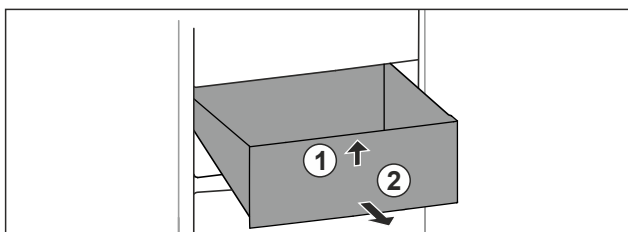

Fig. 67
- Nadzvedněte zásuvku vpředu. Fig. 67 (1)
- Vyměňte zásuvku dopředu. Fig. 67 (2)